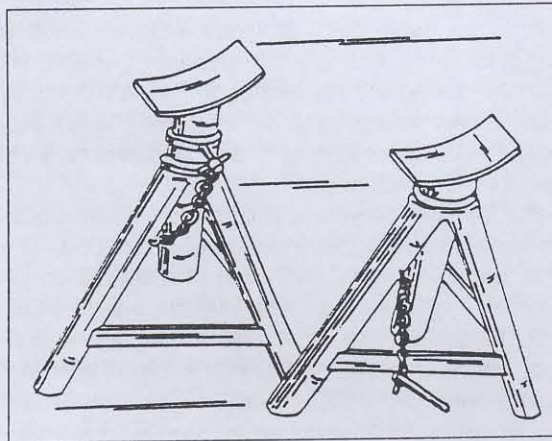
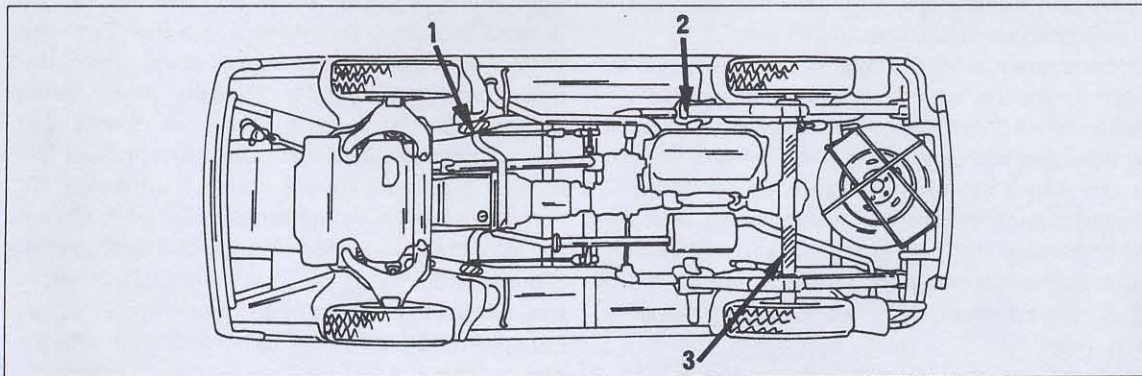
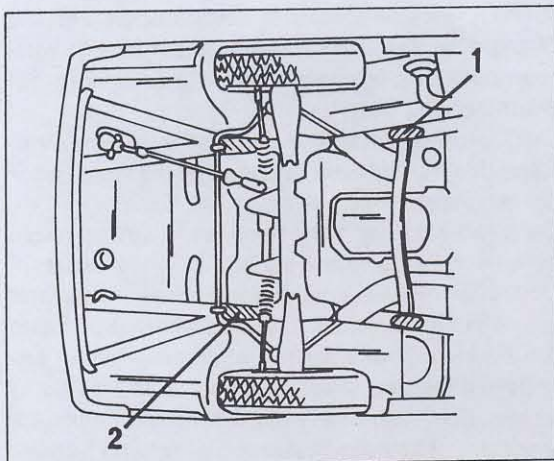

Bild 6
Bild 11
Bild 12
- Ganz besonders ist darauf zu achten, dass zu Arbeiten an den Bremsen, an der Radaufhängung oder allgemein an der Unterseite des Fahrzeuges für eine sichere Abstützung des hochgebockten Wagens gesorgt ist. Der mit dem Fahrzeug kommende Wagenheber ist nur zum Radwechsel für unterwegs vorgesehen. Falls er dennoch bei Reparaturen zur Hilfe genommen wird, ist lediglich der Wagen damit anzuheben und dann auf geeignete Montageböcke abzulassen. Derartige, dreibeinige Unterstellböcke, wie sie in Bild 6 gezeigt sind, sollen zur Sicherheit auch unter dem Fahrzeug plazierte werden, wenn ein Garagenwagenheber zur Verfügung steht.
Ansicht des Fahrzeuges von der Unterseite bei einem Fahrzeug mit Allradantrieb. Auf den Unterschied in Bild 12 achten, wenn das Fahrzeug nur Hinterradantrieb hat.
Unterstellböcke können nur an den in Bild 11 gezeigten Stellen untergesetzt werden. Das Bild zeigt ein Fahrzeug mit Allradantrieb. Unterschiede gibt es bei einem Fahrzeug mit Zweiradantrieb. Bei diesen kann man Böcke an Stellen (1) und (2) in Bild 12 untersetzen. Zu verwenden sind dreibeinige Unterstellböcke, wie sie bereits genannt und in Bild 6 gezeigt wurden. Dabei darauf achten, dass der Verstellbolzen zur Höheneinstellung die genügende Festigkeit hat. Dies gilt besonders bei den ziemlich schweren Fahrzeugen dieser Baureihe. Keine beliebigen Schrauben einstecken, falls sich der ursprüngliche Bolzen von der Kette gelöst hat.